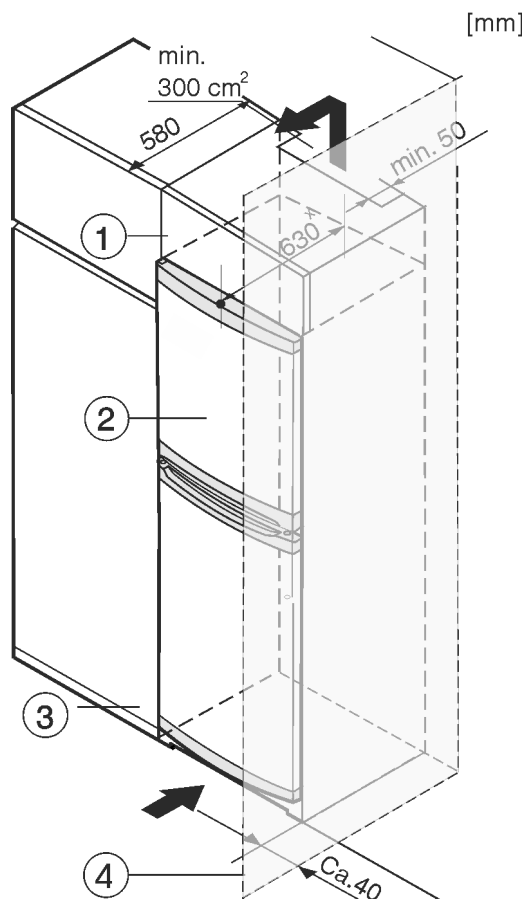

Fig. 8
Okoli naprave lahko vgradite kuhinjske omare. Za poravnavo naprave Fig. 8 (2) s kuhinjskimi elementi lahko nad napravo postavite ustrezno nadgradno omarico Fig. 8 (1).
Pri vgradnji aparata v kuhinjske omare (globina maks. 580 mm) lahko aparat postavite neposredno ob kuhinjsko omaro Fig. 8 (3). Aparat je ob strani postavljen 34 mm * in na sredini aparata 50 mm * od čelne stranice kuhinjske omare.
Če aparat postavite s tečaji ob steni Fig. 8 (4), mora razdalja med aparatom in steno znašati vsaj 40 mm. To ustreza velikosti ročaja pri odprtih vratih.